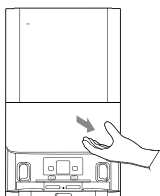

Fig. 19
1. Abra a tampa da estação de carregamento. [Fig. 19]